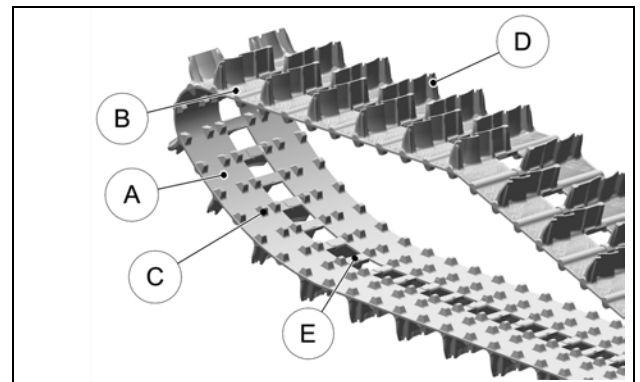

Figure 30
Vérifier l'usure de la chenille en examinant la bande de roulement intérieure (A) et extérieure (B), les dents de traction (C) et les profils (D). S'assurer de ne pas voir la structure interne de la chenille, de coupures ou d'usure. S'assurer aussi que les brides d'acier (E) ne montrent pas d'usure anormale. Voir la Figure 30.